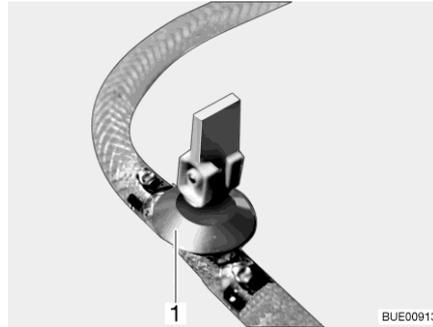

Fig. 171 Llave de desagüe (con balancín)
- Abrir todas las llaves de desagüe. Para ello, ajustar el balancín de la llave de desagüe (Fig. 171,1) en la posición vertical.